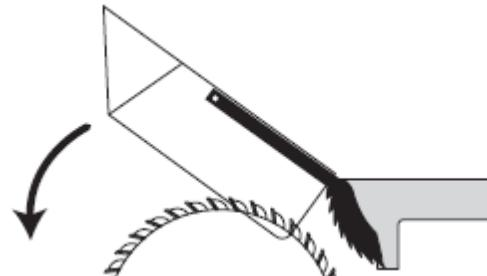

Рис. 42. Типовое продольное пиление
10. Следует использовать толкатель при подаче заготовки через дисковую пилу, как показано на рис. 42, до тех пор, пока заготовка полностью не пройдёт пилу.